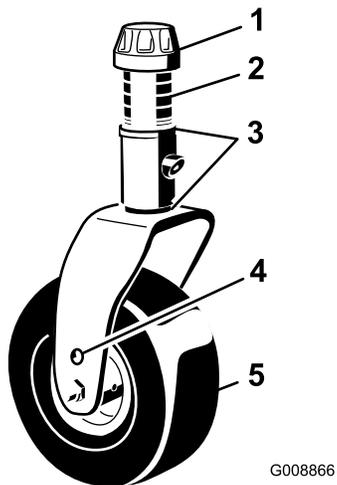

Рисунок 34
3. Отрегулируйте количество 3-миллиметровых регулировочных прокладок на вилке (вилках) передних поворотных колес так, чтобы высота скашивания соответствовала указанному на наклейке значению (Рисунок 34); см. Измерение шага деки газонокосилки (страница 72).